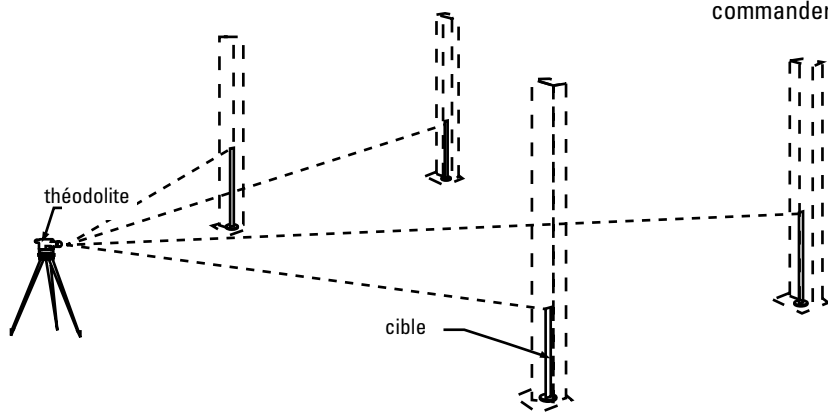

Fig. 2
- Placer la cible sur le sol, à l'emplacement des colonnes (**NON PAS** sur les plaques d'assise) et enregistrer les mesures, Fig. 2.